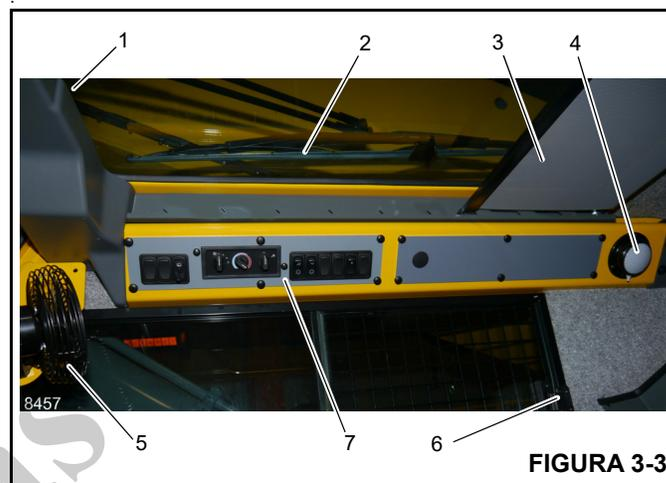
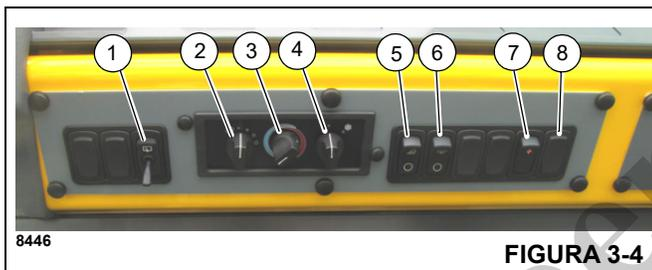

FIGURA 3-3
FIGURA 3-4
A trava do teto solar (1, Figura 3-3) localiza-se na frente do teto solar. Comprima a trava e deslize a janela para trás para abrir. Para fechar, deslize a janela para frente até que a trava encaixe.
O limpador do teto solar (2, Figura 3-3) é controlado pela chave do teto solar, (4, Figura 3-4) e é operado pelo motor do limpador.
O Protetor do teto solar (3, Figura 3-3) reduz a incidência direta da luz do sol. O protetor é autorretrátil e pode ser ajustado para filtrar toda a luz ou ajustado para trás, encaixando-o nos entalhes existentes.
A Luz de teto da cabine (4, Figura 3-3) localiza-se no canto traseiro direito do console superior da cabine e ilumina a cabine. A luz de teto é controlada por uma chave na própria luz.
O Ventilador de circulação da cabine (5, Figura 3-3) localiza-se no lado dianteiro esquerdo da cabine, acima da estrutura da janela. Uma rótula permite que o ventilador gire e uma chave na base do ventilador controla a operação do ventilador. A chave possui as posições alta, baixa e desligada.
A janela do lado direito da cabine pode ser aberta. Aperte a trava (6, Figura 3-3) para liberar e deslize para frente. Para fechar, deslize a janela para trás até que a trava encaixe.
O limpador do teto solar acionado eletricamente é instalado para retirar a umidade do teto solar. O limpador do teto solar é controlado pela chave do limpador do teto solar (1, Figura 3-4). Essa chave tem 6 posições, incluindo o ajuste intermitente.
A chave de velocidade do ventilador do aquecedor/ar-condicionado (2, Figura 3-4) controla a velocidade do ventilador da cabine e o volume da saída de ar aquecido ou resfriado. Os ajustes são desligado, rotação baixa, rotação média e rotação alta.
A chave de controle do aquecedor (3, Figura 3-4) controla a temperatura de aquecimento. Vire a chave para a direita (sentido horário) para abrir a válvula para aquecer. (O calor é fornecido pelo fluido aquecido que passa pela serpentina do aquecedor). Vire a chave para a esquerda (sentido anti-horário) para fechar a válvula, reduzir a vazão de fluido e diminuir o aquecimento.
A chave do ar-condicionado (4, Figura 3-4) controla o sistema de ar-condicionado opcional. Os ajustes são desligado (O) e ligado (I).
A chave das luzes de trabalho (5, Figura 3-4) controla as luzes de trabalho instaladas na parte inferior dianteira da cabine da superestrutura. Pressione a parte superior da chave para ligar as luzes de trabalho. Pressione a parte inferior da chave para desligar as luzes de trabalho.
A chave de alimentação das funções do guindaste (7, Figura 3-4) localiza-se no painel de controle do teto. Essa chave com retorno por mola permite que o operador ative todas as funções do guindaste ao mesmo tempo ou desligue a alimentação das funções do guindaste acionadas pelos controladores remotos localizados nos apoios de braço. Pressioná-la LIGA todas as funções do guindaste. Pressioná-la pela segunda vez DESLIGA todas as funções do guindaste. Desligue todas as funções do guindaste para evitar operação acidental das funções provocada por solavancos nos controladores durante um deslocamento ou qualquer outra operação.
A chave do DPF (Filtro de particulado de diesel) do motor (8, Figura 3-4) localiza-se no lado direito do painel de controle do teto. Esta é uma chave de três posições: Inibir limpeza/ Permitir limpeza ativa/Iniciar limpeza manual. A posição central possibilita que a limpeza ocorra quando necessário,
O indicador de inibição da limpeza do sistema de escape (25) localiza-se no mostrador do CCS (Figura 3-14). Quando a chave de limpeza (8, Figura 3-4) estiver na posição de limpeza do sistema de escape, o indicador âmbar acende e a limpeza do sistema de escape ativa e manual é impedida.